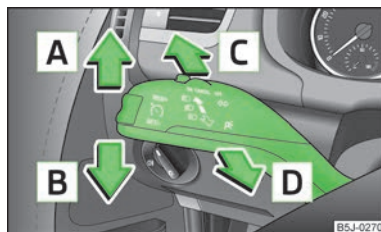

Fig. 25
- Apăsăți maneta de semnalizare » fig. 25 la pagina 41 » pagina 41 în sus, respectiv în jos - se aprinde lumina de poziție de pe partea dreaptă, respectiv stângă a autovehiculului.
- Apăsați maneta » fig. 25 în sus , respectiv în jos .
- Apăsați maneta » fig. 25 înspre în față, în sensul săgeții .
- Trageți maneta » fig. 25 spre volan (poziție amortizată) în sensul săgeții - se aprind lumina de drum și lampa de control de pe panoul de bord.